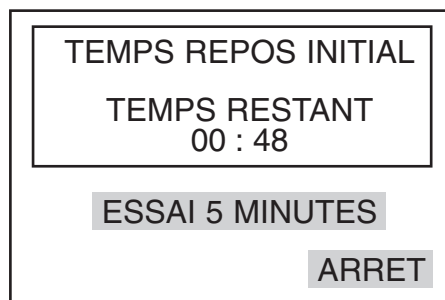

Fig. 5 Exemple d'arrichage du temps de repos initial
1. En appuyant sur la clé "DEPART", l'afficheur apparaît comme montré figure 5.
1. En appuyant sur la clé "DEPART" le "TEST 1" est initialisé. L'affichage de l'écran est alors similaire à celui de la figure 5.